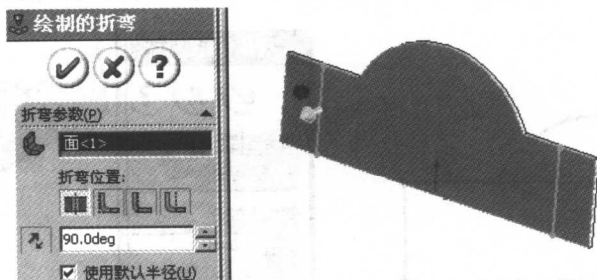

图 1-5 输入角度值，选择固定面
(2) 系统弹出“绘制的折弯 1”属性管理器，输入角度 90，在绘图区选择箭头所指的面作为固定面，如图 1-5 所示。